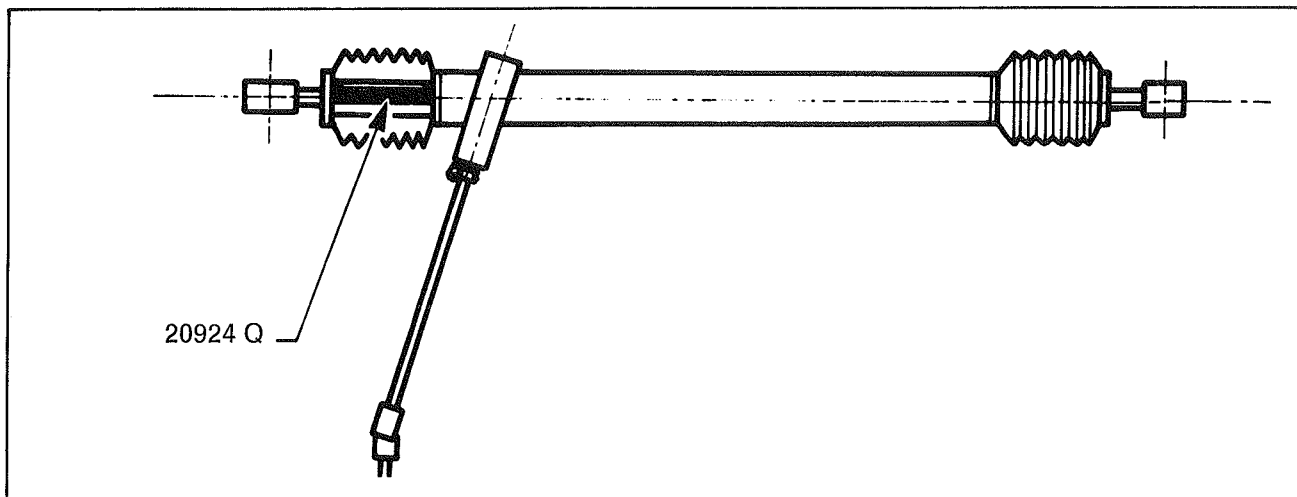

Fig. 3
- Immobiliser la crémaillère en son point milieu à l'aide de l'étrier 20924 Q placé sous le soufflet G de la crémaillère (Fig. 3) et d'un sandow accroché d'une part sur le volant, d'autre part sur le siège.